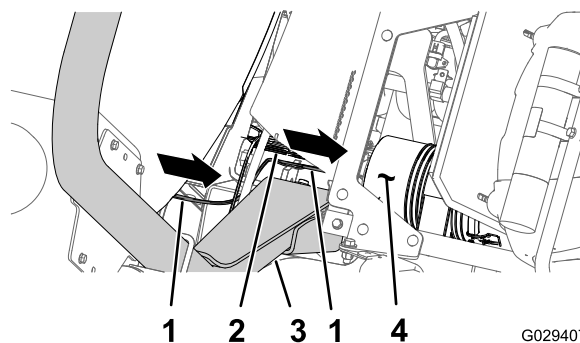
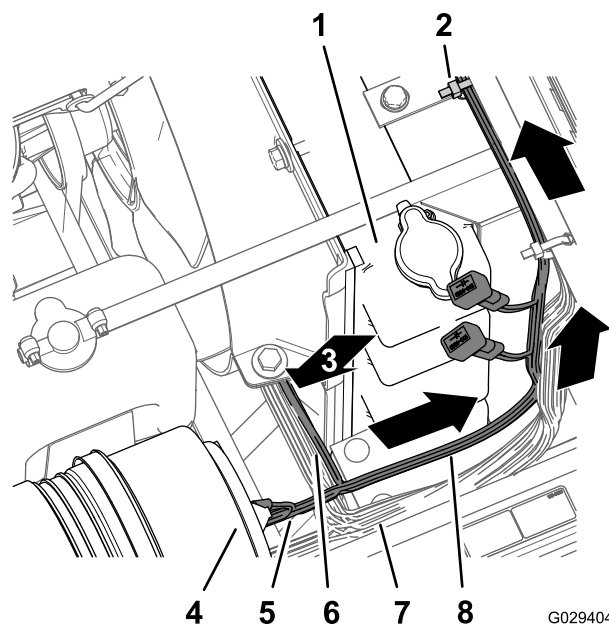

Figura 9
Figura 10
1. Infilate il cablaggio preassemblato per il kit di finitura in avanti tra il roll-bar del ROPS e l'angolo inferiore del serbatoio dell'irroratrice, lungo il cablaggio preassemblato della macchina e sotto il filtro dell'aria del motore (Figura 9 e Figura 10).
2. Inserite la diramazione del vano motore da 197 cm del cablaggio preassemblato (con il morsetto ad anello, il morsetto della presa e il connettore a 5 prese) verso l'alto lungo il lato destro del radiatore, attraverso la parte superiore del radiatore, sotto la base della consolle centrale (Figura 10).